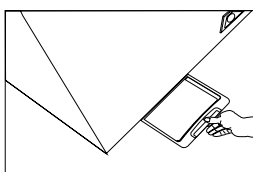

Рисунок 2
5. Снимите сливную пробку, вывинтив ее. (рис. 2)